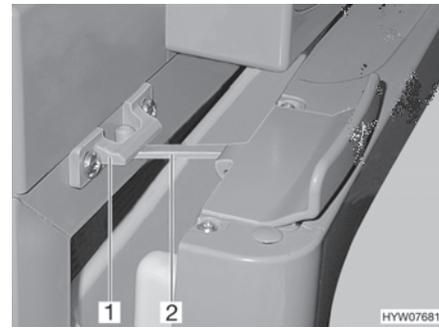

Bild 135 Kühlschranktür in Lüftungsstellung (Thetford)
- Verriegelung (Bild 135,2) aufklappen und in der Verriegelungsaufnahme (Bild 135,1) einrasten. Die Kühlschranktür bleibt damit leicht geöffnet.